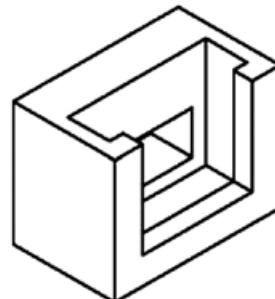

Рис. 2
- Затворы такого размера не могут быть зафиксированы только одними анкерными болтами. Их необходимо бетонировать. В стене необходимо сделать паз по форме, показанной на Рис. 2.